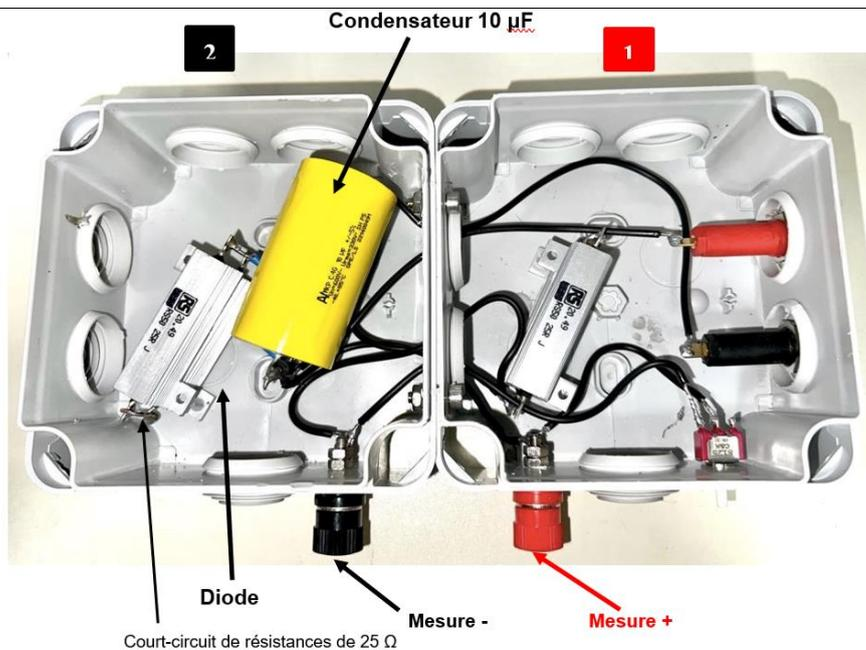

Figure 4 : Schéma de la troisième partie de la réalisation du testeur
Pour réaliser l'étape 3, se référer au schéma du circuit électrique du testeur en figure 1 et figure 4.
- Relier la borne de mesure + à la diode et la borne de mesure - sur la résistance de  $25\ \Omega$  du boîtier 1. (Voir figure 4)